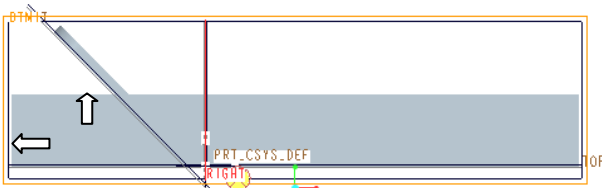
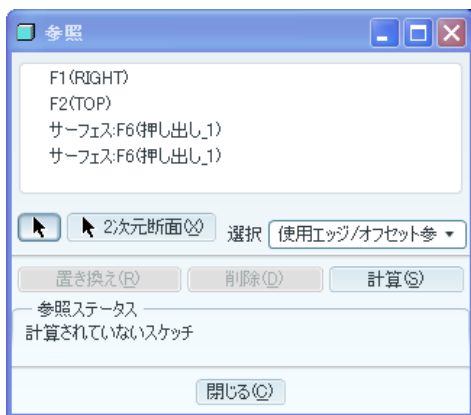

図 4-46 参照の追加指定箇所
図 4-47 参照の追加
- ・ 図 4-46 の矢印で指示する 2 個のエンティティを、ツール「スケッチ」、「参照」をクリックして表示された図 4-47 スケッチ参照ボックスに追加する。